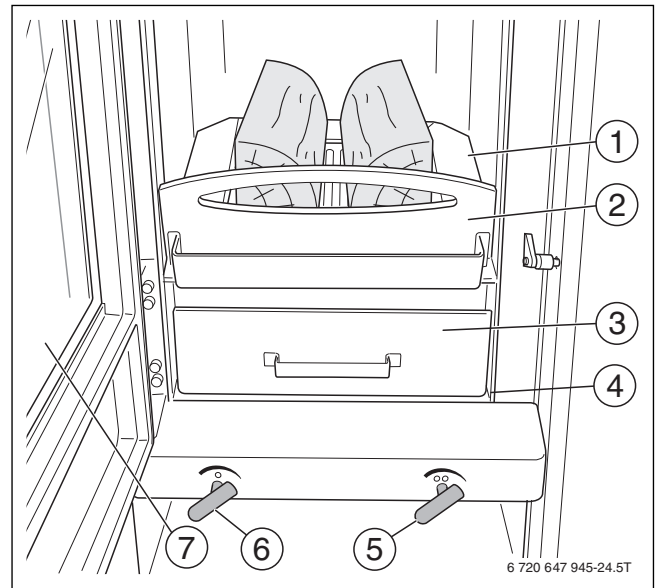

Bild 8 Feuerraum mit Holz-scheiten
- ▶ Feuerraumtür (→ Bild 8, [7], Seite 9) öffnen.
- ▶ Aschekasten, Stehrost und Auflageblech herausnehmen (→Bild 8, Seite 9).
Wid das Auflageblech (→Bild 8, Seite 9) nicht eingelegt, kommt es zu Verbrennungsstörungen.